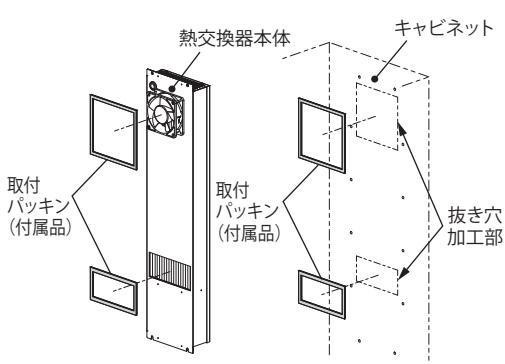

図 2
- 付属のパッキンを熱交換器本体の裏面、またはキャビネットの抜き穴加工部の内側に貼り付けてください。(図 2)
- 貼り付けたパッキンの表面およびフードカバーの吸・排気口パッキンの表面に、付属のシーリング材を塗布してください。(図 2、3)